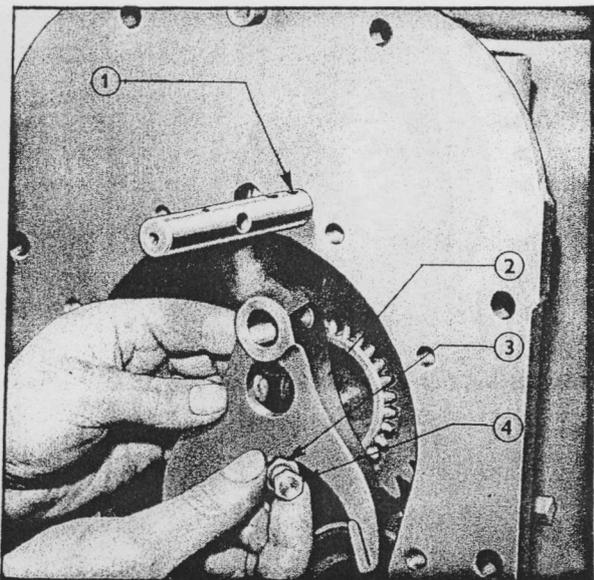

Fig. 23 = Repose du baladeur et de la fourchette de selecteur vitesses rapides/lentes
3. Placer la fourchette de sélecteur vitesses rapides/vitesses lentes dans le compartiment arrière de la boîte de vitesses. Le creux ménagé dans la fourchette et destiné à recevoir le levier de sélecteur doit regarder le côté gauche de la boîte de vitesses (voir Fig.23). Monter le baladeur correspondant tout en enlevant la fourchette, puis introduire la vis de fixation de la fourchette sur le baladeur en prenant soin avant de serrer le contre-écrou, que la vie soit bien logée dans le creux prévu dans le baladeur.